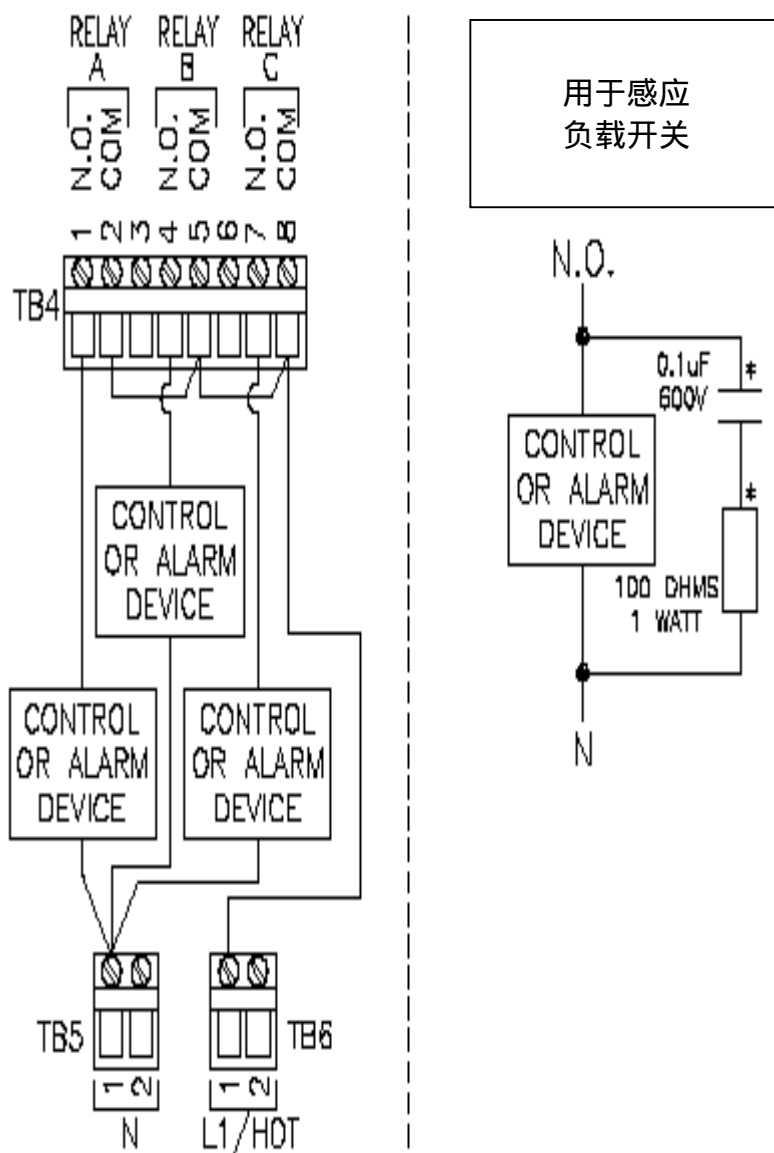

图 2-5 连接控制/报警装置到固态交流继电器
当随附的是这种类型的继电器时，在 TB4 的接线端 1~8 共提供三路 SPST (单刀单掷) 固态交流 (AC) 继电器输出 (继电器 A、B 和 C) ——除了接线端 3 和 6 没有用到。**继电器输出是不接电的。**用于测定仪供电的电线也可以用于为与这些继电器相连接的控制或者报警装置。参见图 2-5，这是一个通用的接线排列图。每次都要检查控制线以确保供电不会被继电器的开关动作而造成短接，并且接线符合当地的法规要求。